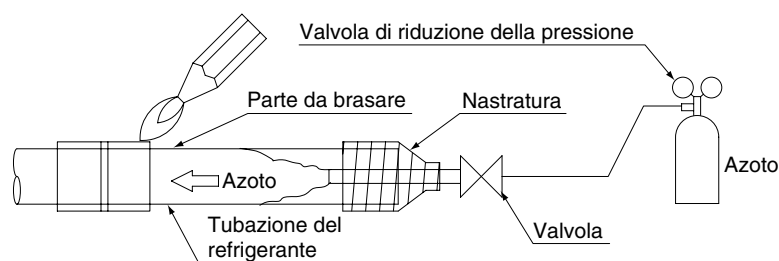

Fig. 5
- Durante la brasatura delle tubazioni del refrigerante, iniziare a lavorare dopo aver sostituito l'azoto (\*1) o eseguire la brasatura mentre l'azoto sta circolando nelle tubazioni del refrigerante (\*2) (**Fare riferimento alla Fig. 5**); infine collegare l'unità interna e l'unità BS utilizzando le connessioni svasate o a flangia.